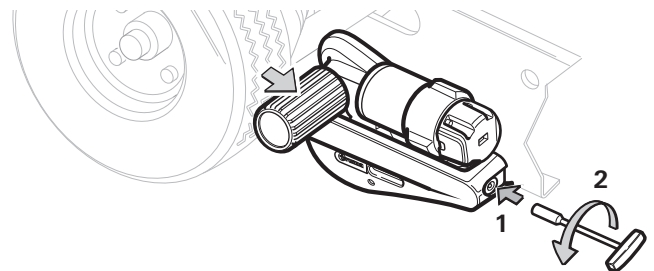

Figura 8
- Inserire la chiave a tubo da 7 mm nel foro (figura 8 - 1) e ruotarla in senso antiorario (figura 8 - 2) finché il Mover si è allontanato completamente fino a battuta.